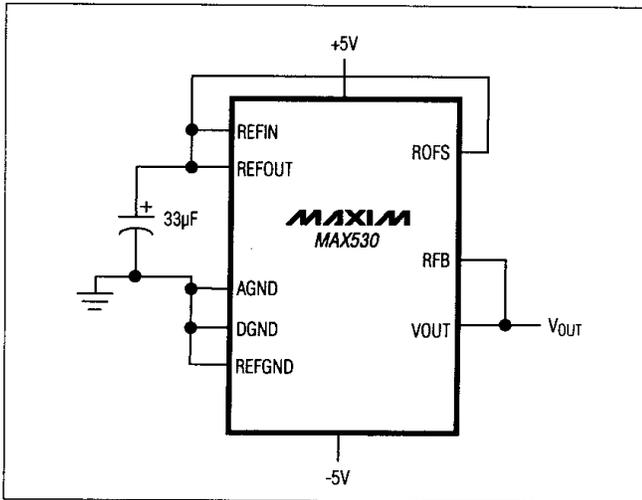

図11. バイポーラ構成 (-2.048~+2.048V)
-VREFIN~+VREFINのバイポーラ・レンジは、ROFSをREFINに、RFBをVOUTに接続することで設定でき、デュアル(±5V)電源時に動作します(図11)。表5にDACラッチの内容(入力)とVOUT(出力)の関係を示します。このレンジでは、1LSB=REFIN×2-11です。